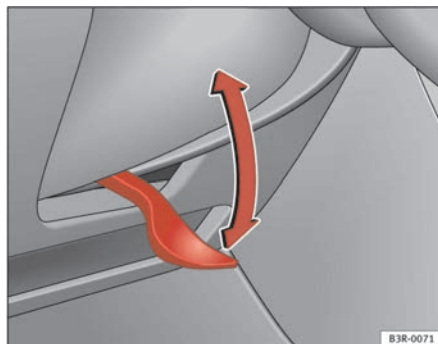

Fig. 137 Leva sotto il piantone dello sterzo
- Abbassare la leva ⇒ fig. 137 ⇒